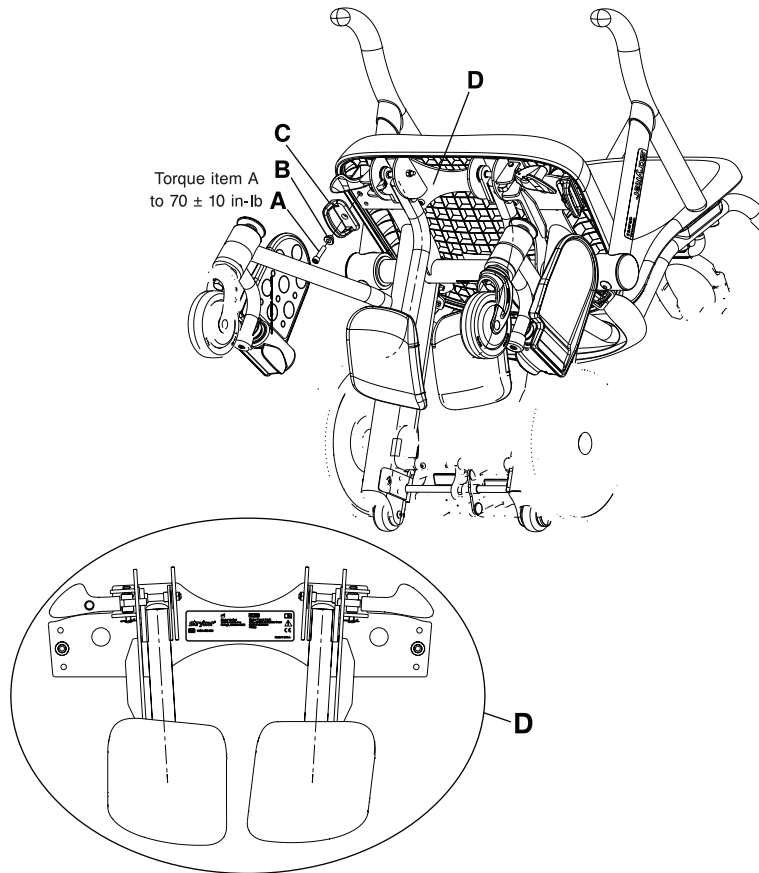

Figura 5-36: Peça soldada do apoio de perna
3. Se a unidade estiver equipada com o gancho para saco de Foley, utilize uma chave sextavada de 3/16" para retirar os parafusos de cabeça redonda com rebordo (A) que fixam o gancho do saco de Foley de ambos os lados da estrutura da cadeira. Elimine os ganchos para saco de Foley (C) e os parafusos (A) (Figura 5-36 na página 5-58).
4. Posicione a peça soldada da placa de montagem do apoio de perna fornecido (1460-166-0 05) (D) na parte inferior da estrutura da cadeira (Figura 5-36 na página 5-58).
5. Alinhe as patilhas de posicionamento na parte inferior dos ganchos para saco de Foley (1460-001-051) (C) fornecidos com os orifícios piloto existentes na peça soldada da placa de montagem do apoio de perna (Figura 5-36 na página 5-58).
6. Insira o espaçador do gancho para saco de Foley (1460-116-0 25) (B) dentro do orifício do gancho para saco de Foley (Figura 5-36 na página 5-58).
7. Com uma chave sextavada de 1/4" e os parafusos de cabeça redonda com sextavado interior (0004-575-000) (A) fornecidos, fixe o gancho para saco de Foley e a peça soldada da placa de montagem do apoio de perna à parte inferior de ambos os lados da estrutura da cadeira. Com uma chave dinamométrica de 3/8", rode os parafusos até  $70 \pm 10$  in-lb ( $8 \pm 1,1$  Nm).
4. Com uma chave sextavada de 1/4", retire os parafusos de cabeça redonda com sextavado interior (A) fornecidos que fixam o gancho para saco de Foley e a peça soldada da placa de montagem do apoio de perna de ambos os lados da estrutura da cadeira. Retire a peça soldada da placa de montagem do apoio de perna (D), o espaçador do gancho para saco de Foley (B) e o gancho para saco de Foley (C) (Figura 5-36 na página 5-58). Guarde a peça soldada da placa de montagem do apoio de perna, os parafusos, os espaçadores e os ganchos para saco de Foley.